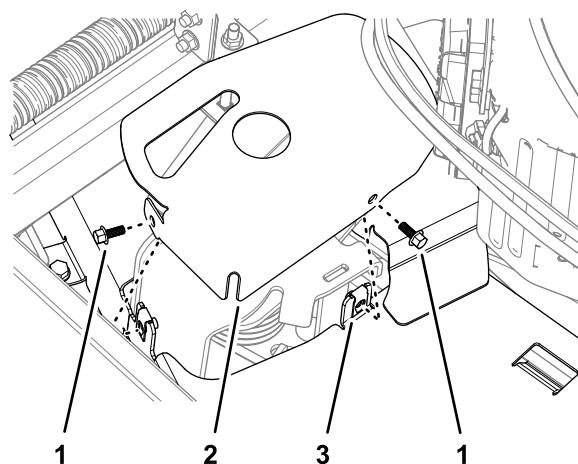

Figura 5
1. Togliete le 2 viti a testa flangiata che fissano la protezione del tendicinghia al copricinghia sinistro e rimuovete il copricinghia (Figura 5).